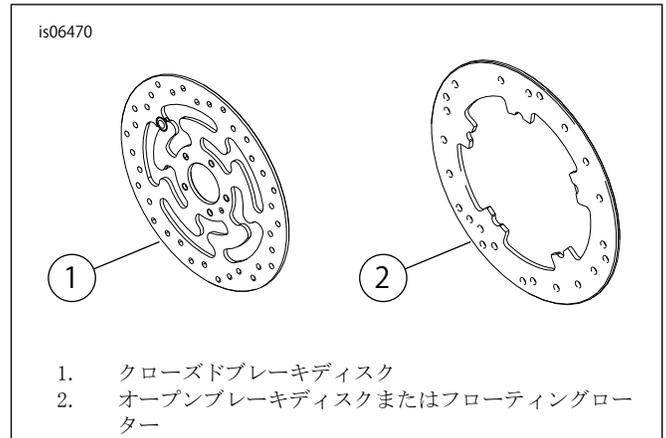

図1。フロントブレーキディスクスタイル
- ・ブレーキディスクスクリュー(図1を参照してください。および表1を参照してください。)を参照